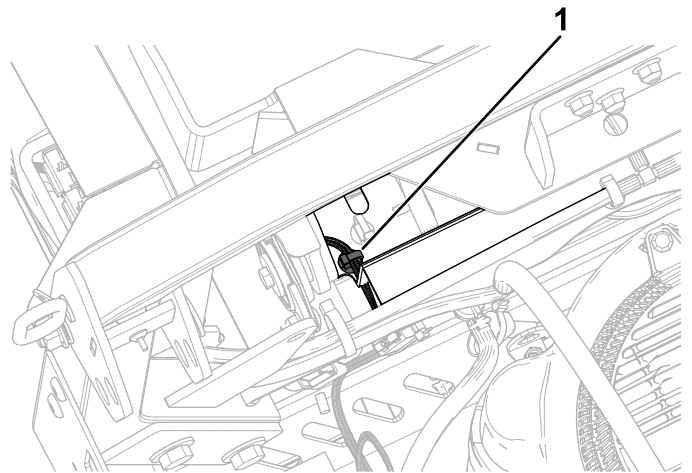

Figure 13
3. Installez le second clip enfichable dans le support arrière du réservoir de carburant (Figure 13).